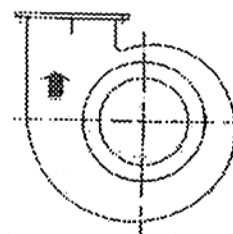

Fig. 8
- Controllare che il senso di rotazione del ventilatore/i sia quello indicato dalla freccia sulla girante (vedi fig. 8).